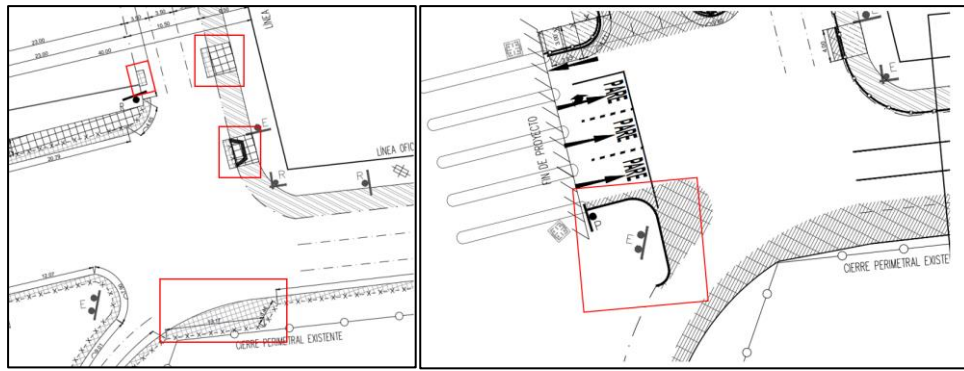

Figura 1
- 2.6. En planta de demolición y planta de pavimentos proyectados se identifican distancias que no han sido acotadas. Se solicita incorporar distancias faltantes. (ver figura 1)